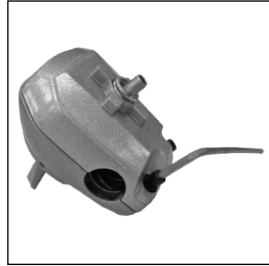

Рис. 3
2. Снять верхнюю крышку держателя рукоятки, открутив винты. (Рис. 3)